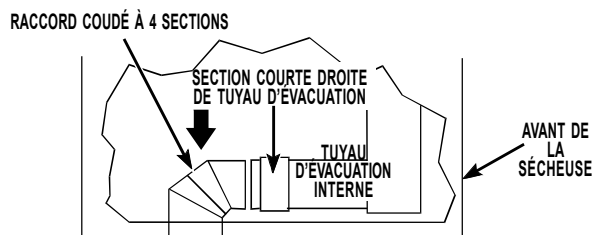

FIGURE 6
- Insérer le raccord coudé dans la sècheuse par l'ouverture arrière. Insérer l'extrémité mâle du raccord coudé à travers l'ouverture d'évacuation du fond. Voir Figure 6.